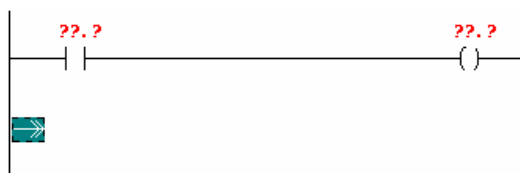

Рис. 1.15.
– Open Branch [Создать ветвление] (рис. 1.15).